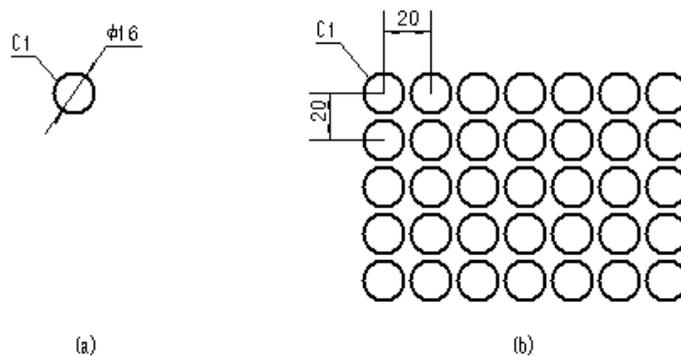

图4.2-23
- ② 单击右键菜单〈阵列〉选项中的〈圆周均布〉；
- ③ 将光标移到圆心 0，单击鼠标左键确定圆心位置（这一步很重要），出现如图 4.2-23 的对话框，系统提示输入“均布个数”，输入 6，单击〈确定〉按钮；
- ④ 系统提示是否全部都需要，同时均布的结果以黄色显示在屏幕上，